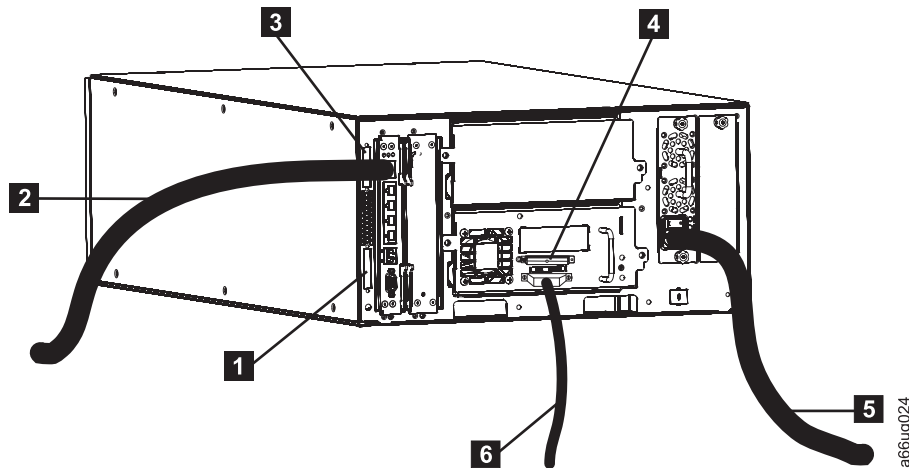

Figura 3-16. Cabeamento de uma Biblioteca 5U com uma Unidade SCSI
1. Instale o terminador de comunicação do módulo superior (3 na Figura 3-16).
2. Instale o terminador de comunicação do módulo inferior (1 na Figura 3-16).
3. Instale uma extremidade do cabo Ethernet fornecido pelo usuário (2 na Figura 3-16) na porta Ethernet do Blade de Controle da Biblioteca e, em seguida, conecte a outra extremidade do cabo à rede.
- Instale um terminador SCSI (4 na Figura 3-16) no receptáculo superior de cada unidade SCSI na biblioteca.
- Conecte uma extremidade de um cabo SCSI ao receptáculo inferior de cada unidade SCSI (6 na Figura 3-16) e, em seguida, conecte a outra extremidade do cabo ao host.
- 5. Instale uma extremidade do cabo de alimentação (5 na Figura 3-16 na página 3-18) no receptáculo em uma fonte de alimentação em sua biblioteca e, em seguida, conecte a outra extremidade do cabo à fonte de energia. Repita isso para toda fonte de alimentação em sua biblioteca.